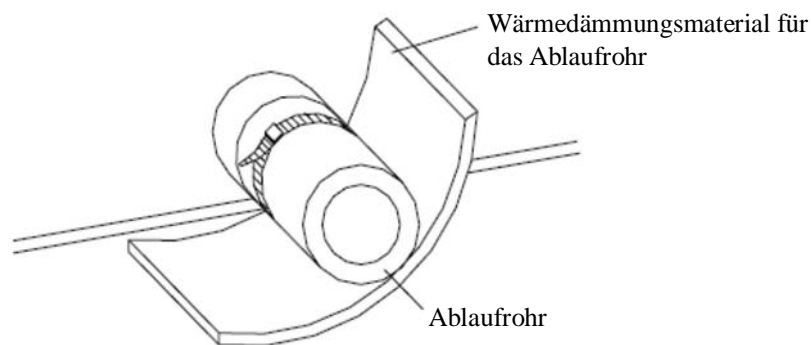

Abb. 43: Wärmedämmung des Ablaufrohrs
1. Das Ablaufrohr muss mit einem Gefälle von 5~10° installiert werden, um Kondensat abführen zu können. Die Rohrverbindungen der Ablaufleitung müssen mit Wärmedämmung umhüllt werden, um Kondensationsbildung an der Oberfläche zu verhindern. (Siehe Abb. 43.)